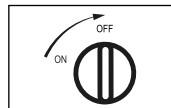

Fig. 5
1. Ruotare la manopola su "OFF" per interrompere l'afflusso di gas [Fig. 5]. Attendere che la fiamma si spenga completamente prima di procedere al passaggio successivo.